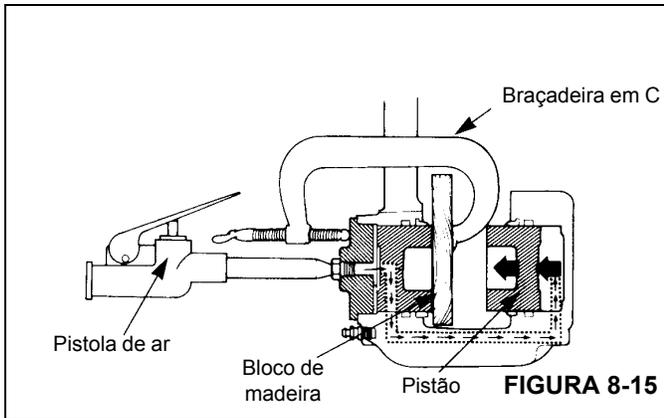

FIGURA 8-15
- b. Aplique ar comprimido à conexão de entrada para forçar os pistões para fora da outra carcaça. Se um pistão sair antes do outro, coloque um pedaço de madeira na frente do pistão que saiu primeiro. Aplique ar comprimido para forçar o outro pistão para fora da carcaça. Consulte Figura 8-15.